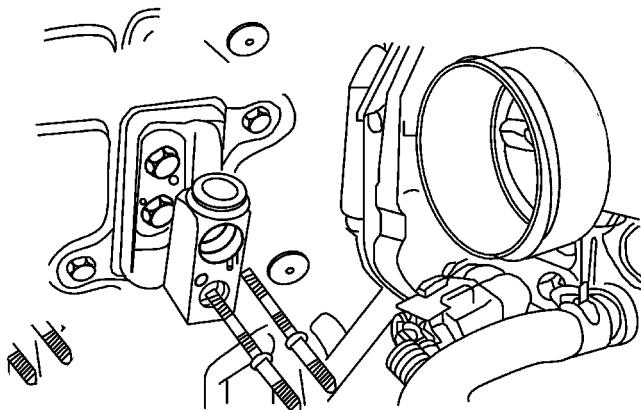

图 5-40 拆卸膨胀阀管板双头螺栓
- 4) 按照图 5-40 所示，拆卸膨胀阀管板双头螺栓，卸下膨胀阀和 O 形密封圈。